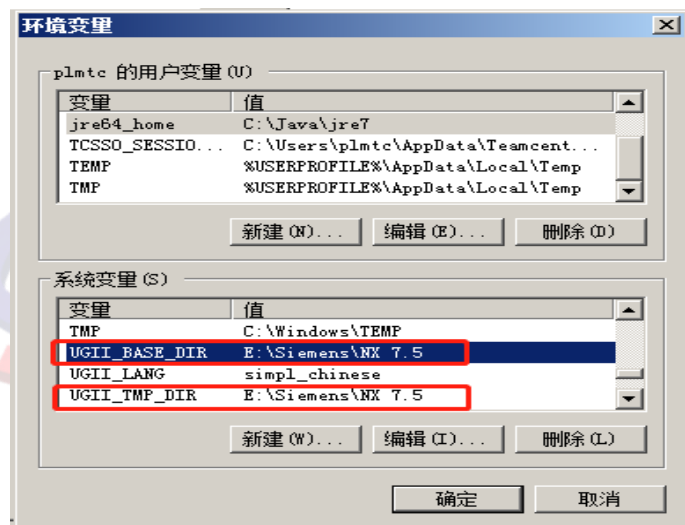

图 3
2. 接下来，先检查并排除因本地 NX 的环境变量：“UGII_BASE_DIR” 和 “UGII_ROOT_DIR” 导致的问题（如图 3）：